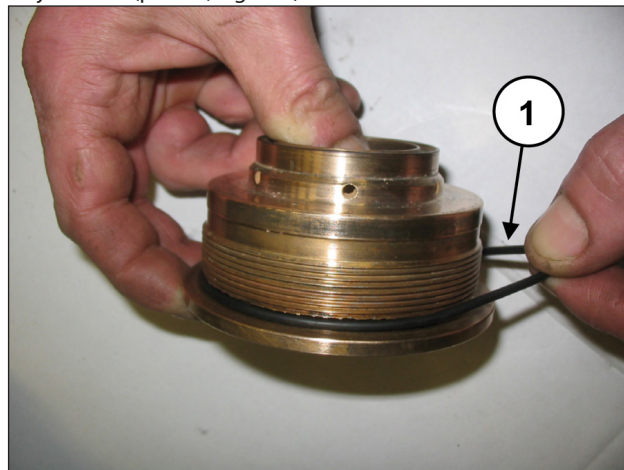

Fig. 153
Introducir la junta tórica del soporte de la junta en el alojamiento (pos. ①, Fig. 153).